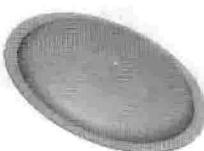
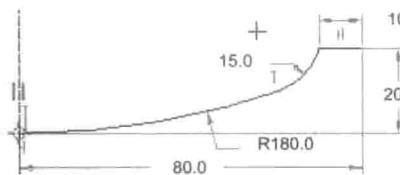

图 1.9 旋转特征 1
图 1.10 截面草图
(1) 选择下拉菜单 **文件** → **新建** 命令。
(2) 系统弹出“新建”对话框，在**类型**选项组中选中 零件 单选项，在**子类型**选项组中选中 钣金件 单选项，在**名称**文本框中输入文件名称 INSTANCE_CUP_COVER；取消选中 使用默认模板 复选框，单击“新建”对话框中的**确定**按钮。
(3) 在系统弹出的“新文件选项”对话框的**模板**选项组中选择 **mmns_part_sheetmetal** 模板，单击**确定**按钮，系统进入钣金环境。
Step2. 创建图 1.9 所示的旋转特征 1。
(1) 选择**模型**功能选项卡 **形状** → 节点下的**旋转**命令，系统弹出“旋转”操控板。
(2) 绘制截面草图。在图形区右击，从系统弹出的快捷菜单中选择**定义内部草绘...**命令；选取 FRONT 基准面为草绘平面，接受系统默认的参考平面和方向；单击**草绘**按钮，绘制图 1.10 所示的旋转中心线和截面草图。